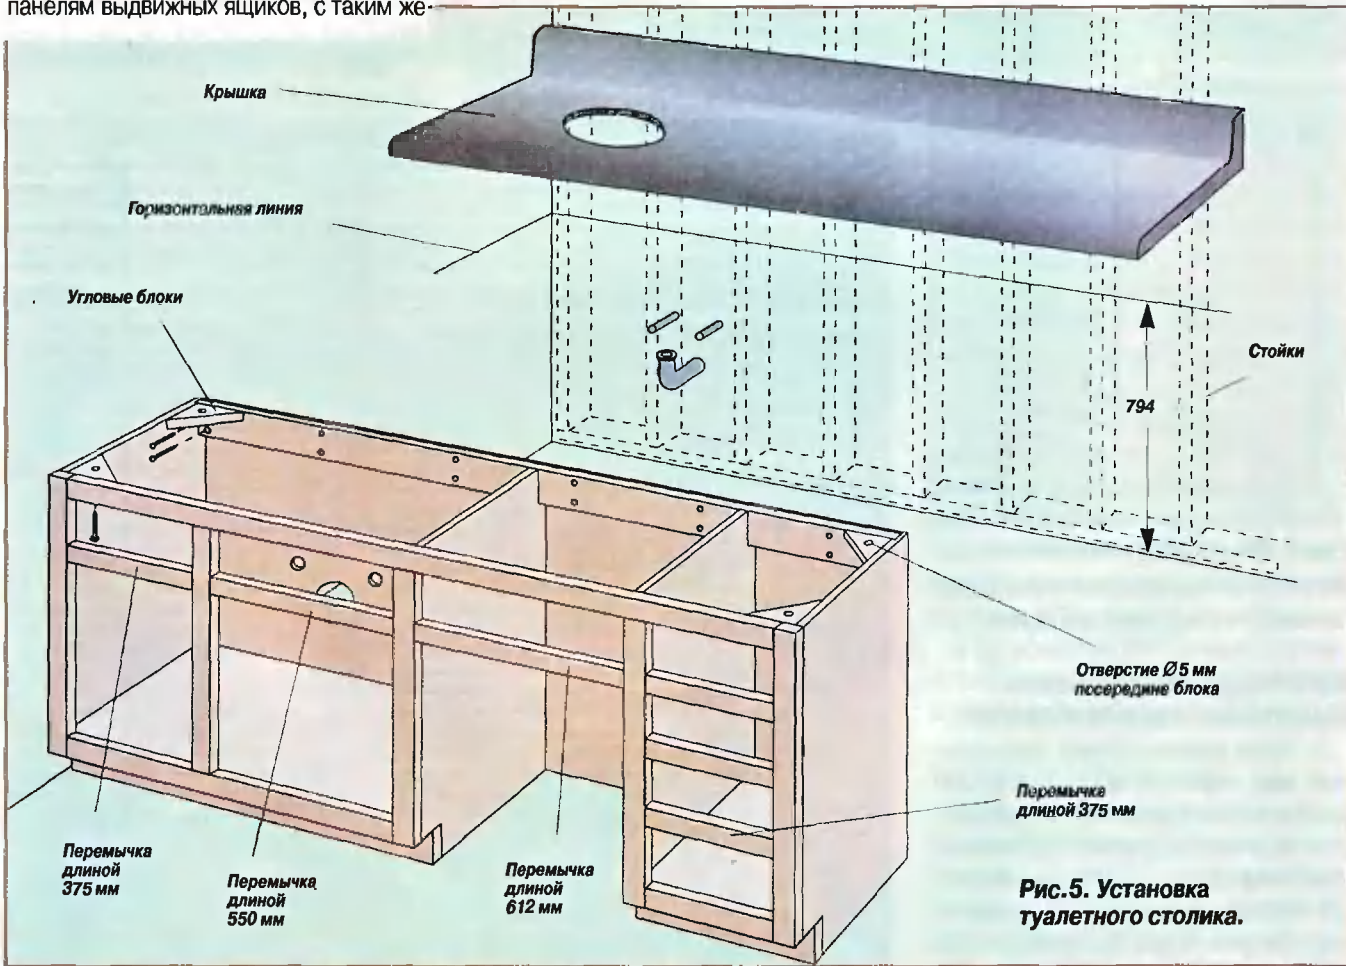

Рис.5. Установка туалетного столика.
2. На стене, на высоте 794 мм от высшей точки пола проводят горизонтальную линию (рис. 5). Ставят столик на место и, если необходимо, и выставляют его клиньями относительно горизонта. Крепят столик к стене, ввернув через крепежную планку в стойки каркаса стены по два 87-мм шурупа для дерева.
1. По размерам, указанным в таблице, выпиливают четыре угловых блока и на клею и отделочными гвоздями 40-мм крепят их в углах каркаса (см. рис. 5). Гвозди забивают изнутри каркаса так, чтобы они не выходили наружу. Дают клею высохнуть.